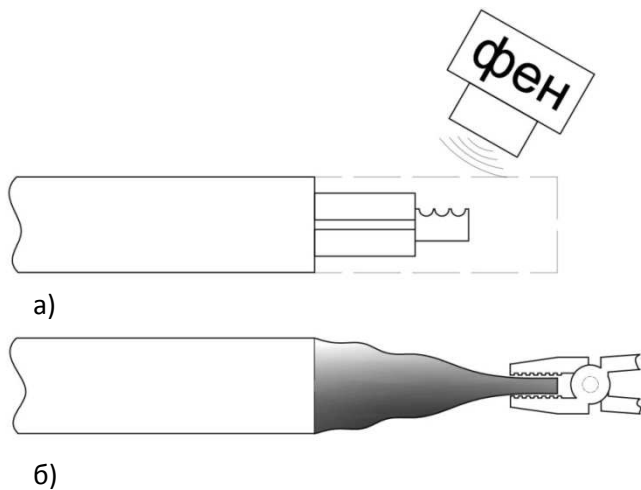

Рис. 10
3.2. Наденьте термоусадочную трубку $\varnothing 6,0$ мм на нагревательные жилы так, чтобы она упиралась во внешнюю оболочку нагревательного кабеля (рис. 10,а). Прогрейте ее с помощью термофена (температура $200^{\circ}\text{C} \dots 300^{\circ}\text{C}$) до полной усадки. Свободный конец сожмите пассатижами.